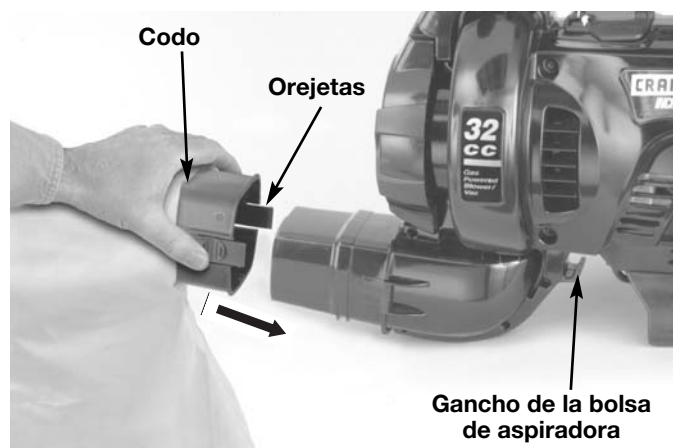

Fig. 5
7. Instale el tubo de la bolsa del aspirador sobre la salida del soplador y empuje hasta que las orejetas de la base se enganchan en su lugar (Fig. 5).
2. Saque la bolsa del aspirador presionando ambas orejetas en el codo de la bolsa del aspirador al mismo tiempo y tirando hacia afuera del soplador (Fig. 5).